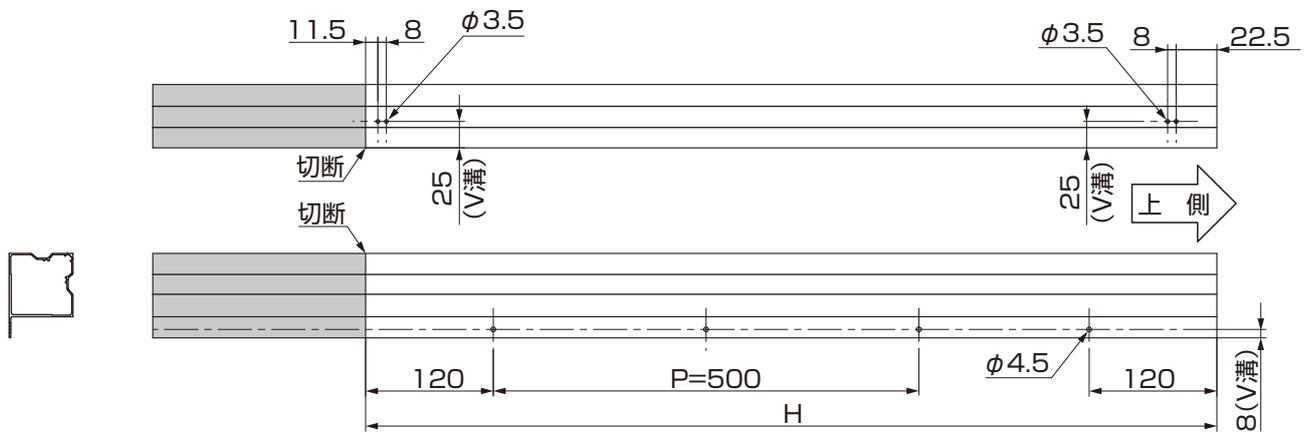

図8-15 入隅用コーナー柱B
①入隅用コーナー柱を図8-14、図8-15と表8-4を参照し、切断および下穴加工をしてください。